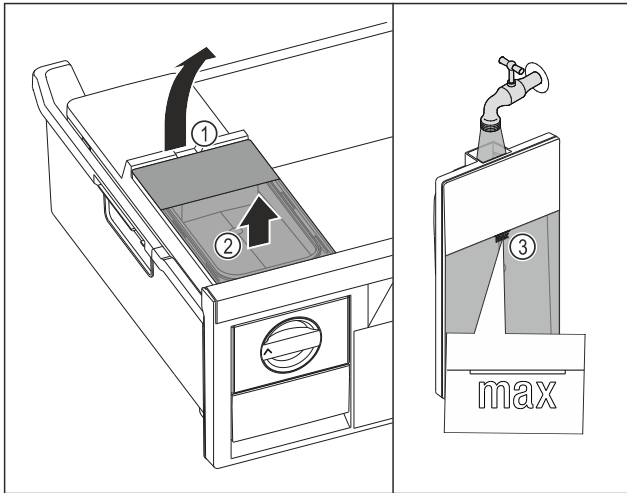

Fig. 67
- ▶ Ridicați rezervorul de apă de la degajare Fig. 67 (1).
- ▶ Scoateți rezervorul de apă în sus. Fig. 67 (2)
- ▶ Umpleți rezervorul de apă până la marcaj Fig. 67 (3) cu apă potabilă.